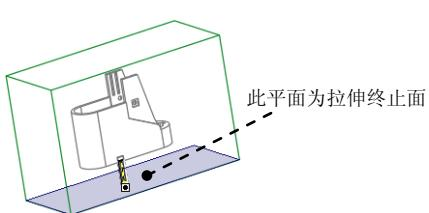

图 19.19 选取拉伸终止面
① 在“拉伸”操控板中选取深度类型 (到选定的)。
② 将模型调整到图 19.19 所示的视图方位,选择图 19.19 所示的平面为拉伸终止面。
(6) 在“拉伸”操控板中单击 按钮,完成特征的创建。